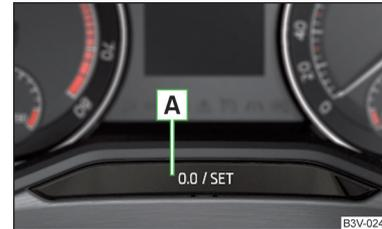

Abb. 39
» Die Taste **A** » Abb. 39 auf Seite 51 antippen.
- » Die Taste **A** » Abb. 39 gedrückt halten, bis im Display der Menüpunkt **Uhrzeit** angezeigt wird.